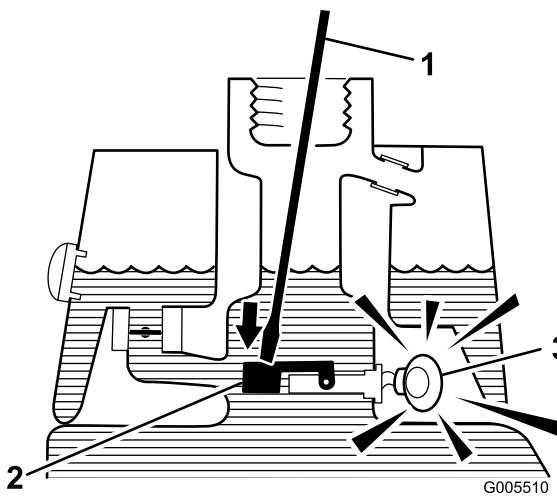

Figura 26
3. Insira uma barra ou uma chave de parafusos no bocal do depósito e empurre com cuidado o interruptor de bôia (Figura 26). O alarme deverá ser ativado ao fim do período de desfasamento de um segundo.